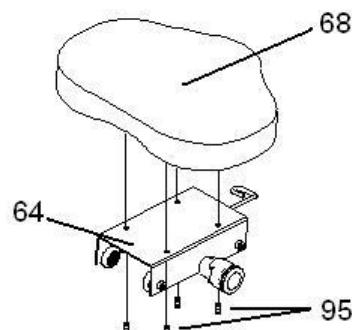

Fig.6
la Fig.6, cuando llegue a la cremallera (N) gire el pomo (67) y suelte el pomo para que se introduzca en los vanos de la cremallera, quedando bloqueado el movimiento del sillín sobre el carril de aluminio.